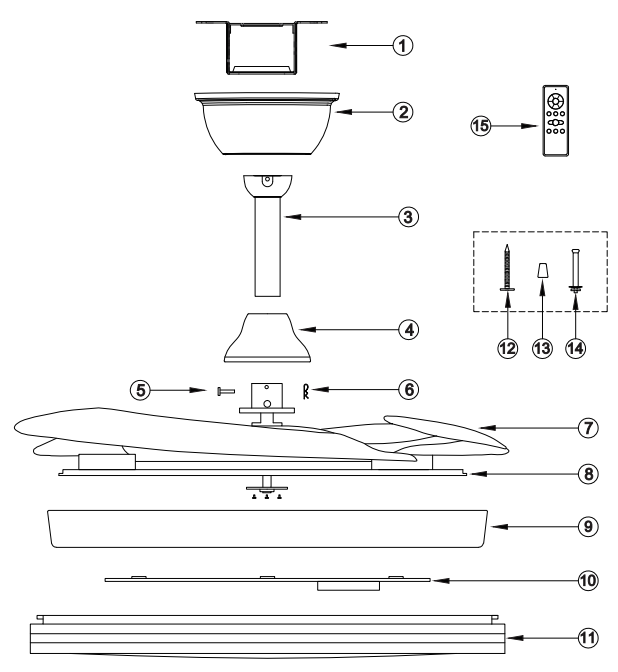

FIGURA 1
2) RETIRE EL DOSEL PARA CIELO RASO (NO. 3 - FIGURA 1) AFLAJANDO LOS DOS TORNILLOS CON RANURAS.